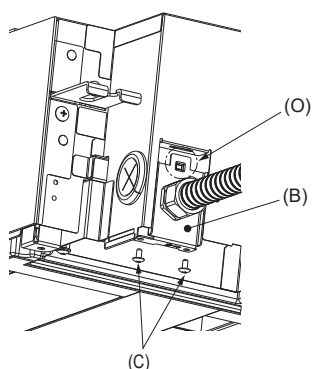

Fig. 6-2
* Assurez-vous que la languette (O) sur la plaque pour gaine électrique (B) est insérée dans l'ouverture sur le boîtier électrique. (Fig. 6-2)